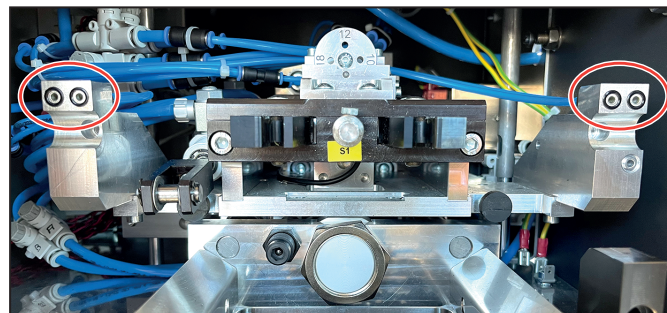

Bild 8.7 O-Ringe prüfen
- Prüfen Sie ob alle vier O-Ringe an den Befestigungsleisten vorhanden sind, siehe Bild 8.7.
Die O-Ringe können an der Werkzeugeinheit haften geblieben sein. Bringen Sie alle O-Ringe an ihre Position wie in Bild 8.7 zu sehen.